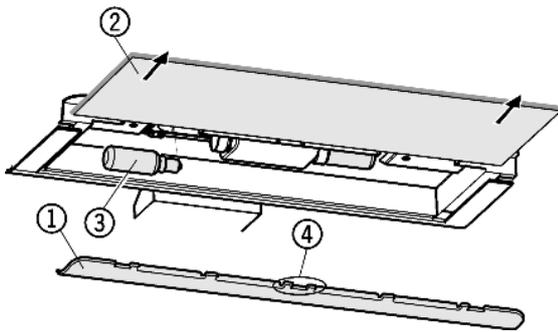

Fig. 14
- ▶ Blende Fig. 14 (1) abnehmen: Mit Finger hinter die Blende fassen und Blende austrasten.
- ▶ Glasplatte Fig. 14 (2) herausziehen.
- ▶ Glühlampe Fig. 14 (3) auswechseln.
- ▶ Blende wieder aufstecken: rechts und links einrasten und darauf achten, dass der mittlere Haken Fig. 14 (4) über die Glasplatte fasst.